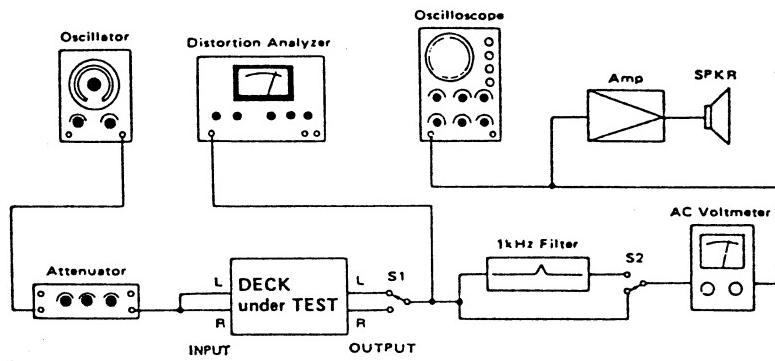

Fig. 6-2 Basic Test Setup
18. Channel separation チャンネル・セパレーション	Same as above 同上	INPUT : L-ch : 1kHz/ -10dB (316mV) R-ch : No signal	Check	OUTPUT (R) : 30dB min.
<ul style="list-style-type: none"> ● Connection : Fig.6-2 ; but with INPUT (R) disconnected and a 1-kHz filter connected. ● 接続 : Fig.6-2, 但し INPUT (R) へは接続不要, 1-kHz フィルター使用
19. Adjacent track crosstalk トラック間 クロストーク	Same as above 同上	INPUT : L-ch : NO signal R-ch : 125Hz/ -10dB (316mV)	Check	OUTPUT (R) : 40dB min.
<ul style="list-style-type: none"> ● Connection : Fig.6-2 ; but with INPUT (L) and OUTPUT (L) disconnected. ● 接続 : Fig.6-2 但し INPUT (L), OUTPUT (L) の接続を外す。